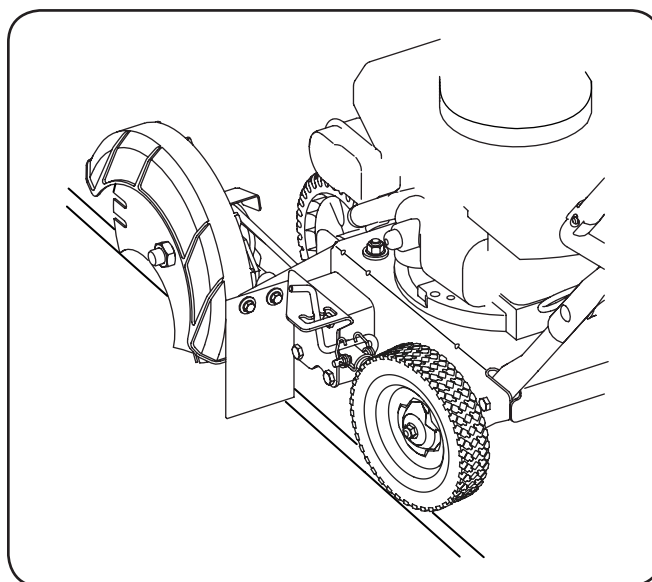

Figure 5-2
1. Transportez le coupe-bordures jusqu'à la zone de travail en veillant à ce que la roue arrière gauche soit sur une surface dure et que la lame soit sur la zone à être coupée. Voir Figure 5-2.